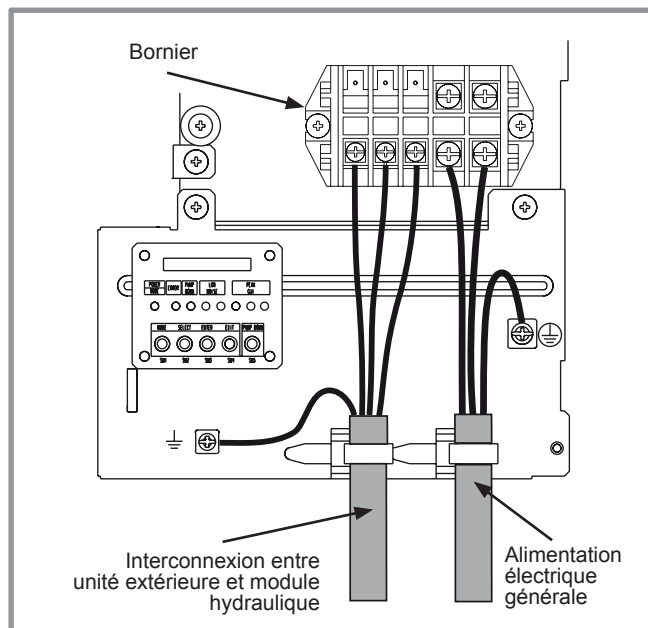

figure 35 - Connexions au bornier de l'unité extérieure monphasée
- Effectuer les raccordements suivant le(s) schéma(s) figure 35 et figure 41, page 39.